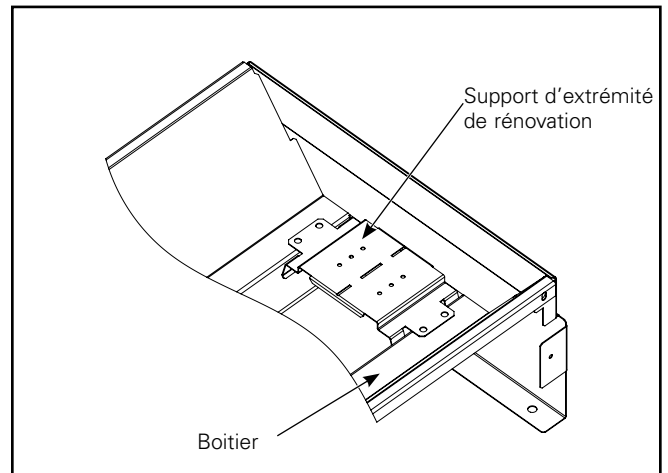

Figure 3.
1. Aligned et installez les nouveaux supports d'extrémité de rénovation en utilisant deux (2) vis autotaraudeuses (Figures 3 et 4).